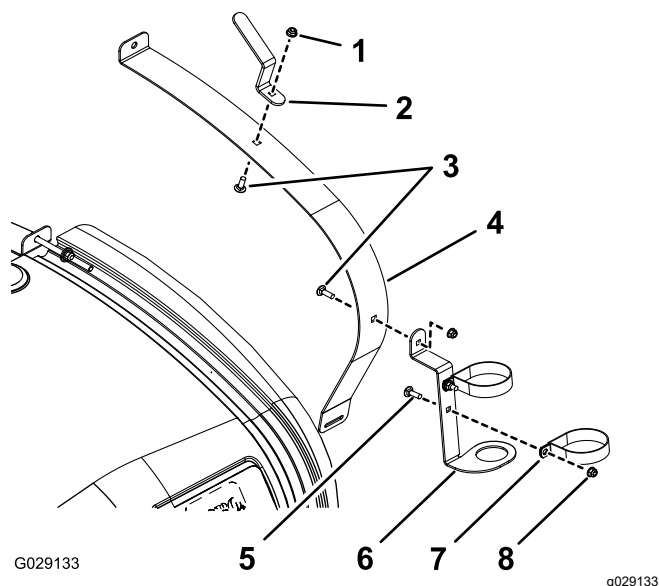
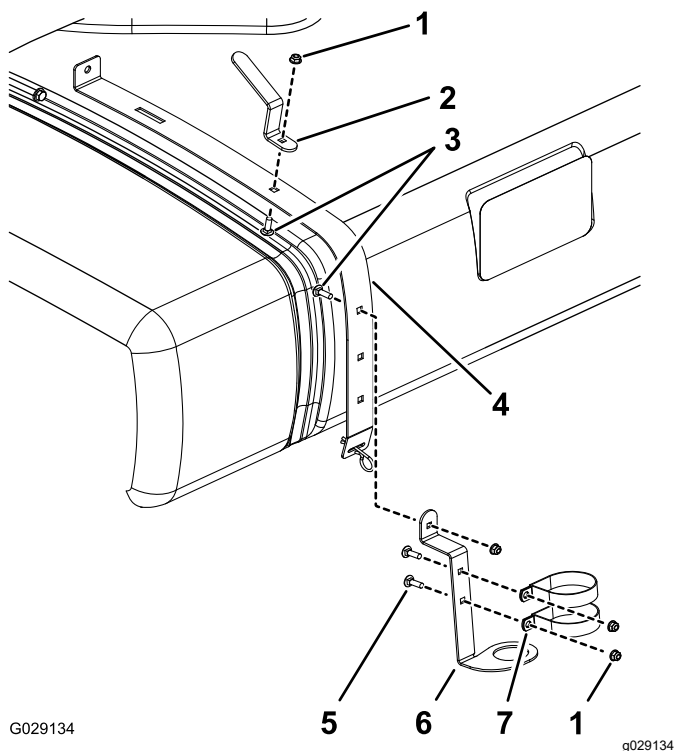

図 1
図2
- マルチプロ 1750 とマルチプロ 5800 では右前のタンク固定ベルトをゆるめる 図 1。
- マルチプロ WMでは、右後ろの固定ベルトをゆるめる 図 2。
2. Rクランプ、スプレーガンブラケット、ホースフックを取り付けるキャリッジボルト、平ワッシャ、フランジヘッドナットを使用し 図1 または 図2 に示すように取り付ける。